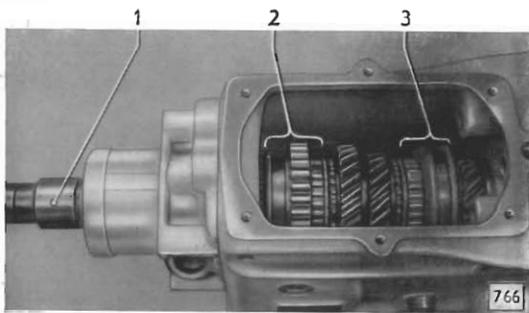

Bild 50 - Mutter auf Hauptwelle festziehen
38. Zwei Gänge einlegen – 1. und 4. Gang durch Verschieben der Schiebemuffen eingelegt (Bild 50) – und Mutter auf Hauptwelle auf ein Drehmoment von **2,5 mkg** festschrauben (Bild 50) und mit beigelegtem Sicherungsblech sichern.